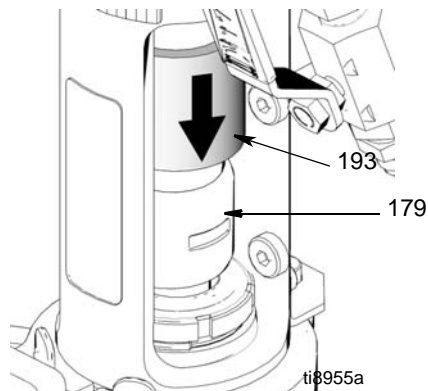

FIG. 24
5. (Fig. 24) Glid koblingsdækslet (193) opad for at afdække pumpestangen. Montér stangkoblingsanordningerne (179) over stangen.